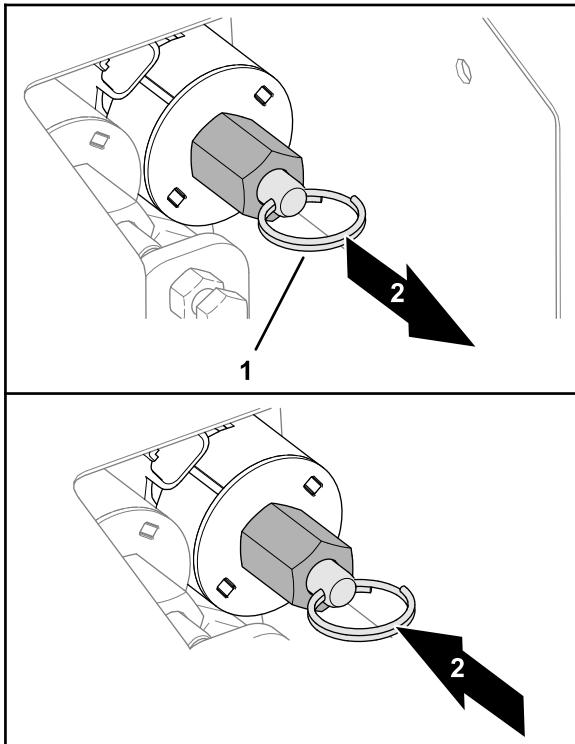

Figure 36
- Pour baisser la trémie (Figure 36), tirez sur l'anneau de la tige de la vanne.
- Pour lever la trémie (Figure 36), poussez l'anneau fendu sur la tige de la vanne.